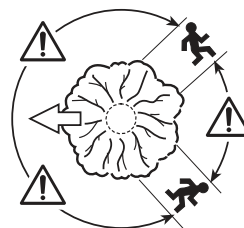

Fig. 27
- > Avant le début de la coupe, il est indispensable de prévoir un itinéraire de retraite et de dégager tous les obstacles. L'itinéraire de retraite doit être dirigé vers l'arrière, en diagonale, du côté opposé à la direction de chute supposée (Fig. 27).